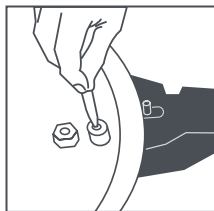

Fig. 12
La soupape de sécurité (7). La soupape de sécurité (7) est située dans le détecteur de pression (2). Appuyez à l'aide d'un objet pointu sur celle-ci (Fig. 12) et vérifiez que le ressort n'est pas bloqué. Vous noterez une petite résistance du ressort intérieur.